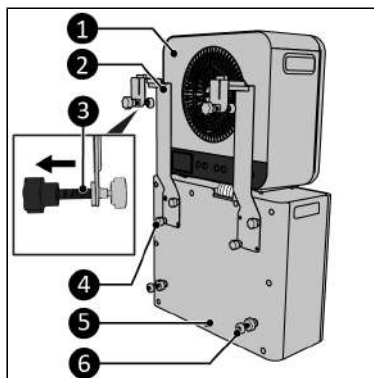

Figure 75.
1. Placez l'unité intérieure (Figure 75, pos. 1) librement sur l'unité extérieure (Figure 75, pos. 5).
2. Retirez les quatre capuchons de vis (Figure 75, pos. 4).
3. Fixez les deux supports inférieurs pour caravane (Figure 75, pos. 2) à l'unité extérieure en serrant deux vis par support (Figure 75, pos. 4).
4. Assurez-vous de visser à fond les boulons d'ajustement (Figure 75, pos. 3).
5. Fixez les entretoises (Figure 75, pos. 6) à l'unité extérieure (Figure 75, pos. 5).
13. Assurez-vous que l'unité extérieure est de niveau en ajustant l'entretoise des vis d'écartement (Figure 75, pos. 6).